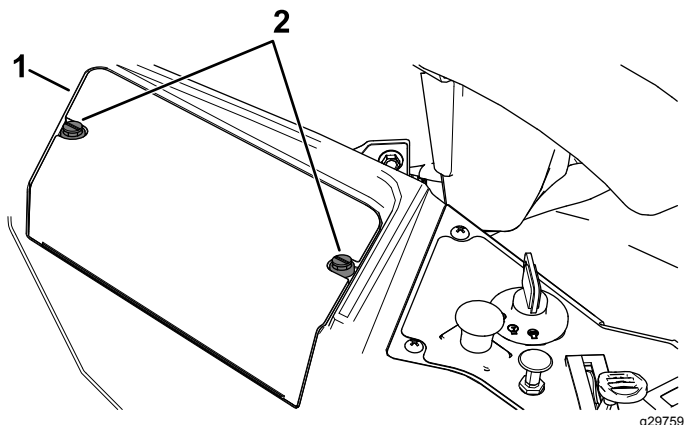

Рисунок 55
3. Ослабьте 2 крепежных элемента на крышке аккумулятора, повернув их против часовой стрелки на 1/4 оборота, и снимите крышку аккумулятора (Рисунок 55)
6. Установите крышку аккумулятора, нажав вниз и завернув по часовой стрелке 2 крепежных элемента (Рисунок 55).